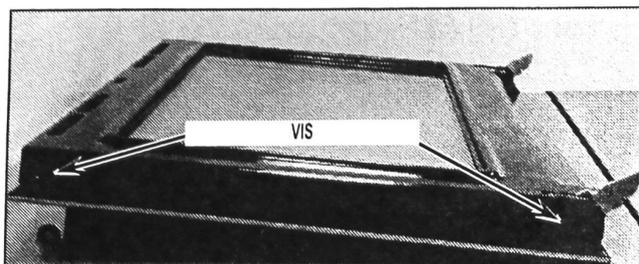

FIGURE 7
11. Retirer le cadre de l'extérieur de la porte pour remplacer le hublot de l'intérieur de la porte. Voir Figure 7.